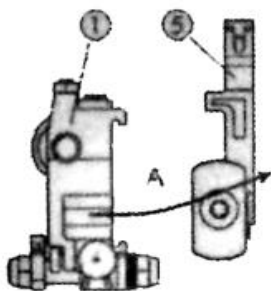

Рис. 20
- Нажмите на рычаг ножа ⑤, чтобы снять коробку (стрелка A), и будьте осторожны, чтобы не вытолкнуть пружину. (Рис. 20)
- Замените толкатель режущего ножа ⑤ в боксе для ножа (стрелка B) и при помощи отвертки вдавите нажимную пружину ножа в боксе для ножа, чтобы убедиться, что пружина не согнута. (Рис. 20)